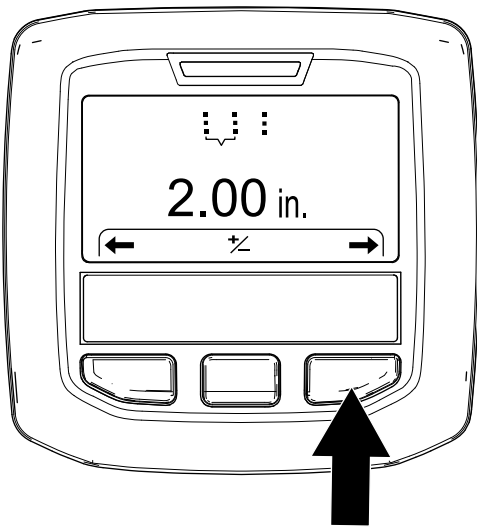

図 48
4. インフォセンターの右ボタンを押して「穴開け間隔設定」Setting the Hole Spacing 画面を出す 図 48。
5. インフォセンターの右ボタンを押して「タインの直径設定」Setting the Tine Diameter画面を出す 図 48。